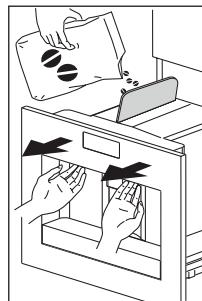

Fig. 14
- ▶ Estrarre l'elettrodomestico tirandolo verso l'esterno, utilizzando le apposite maniglie (Fig. 14),